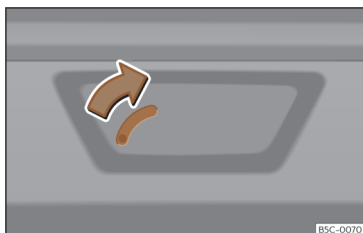

Fig. 80 Pormenor da bagageira: destrancagem de emergência.
- Introduza o palhetão da chave na ranhura e desloque a chave no sentido da seta até que a fechadura desbloqueie >>> **Fig. 80**.